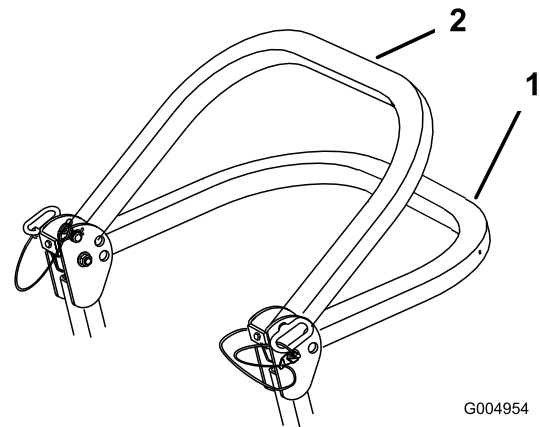

Figure 8
2. Descendez l'arceau de sécurité à la position abaissée. La position abaissée est à 2 niveaux. Voir Figure 8 pour les positions.